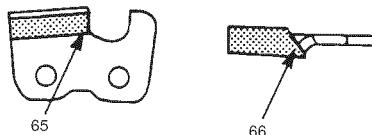

Fig. 42
- 6) Limar suficientemente para eliminar cualquier daño del filo de corte (placa lateral (65) y placa superior (66)) de la cuchilla. (Fig. 42)